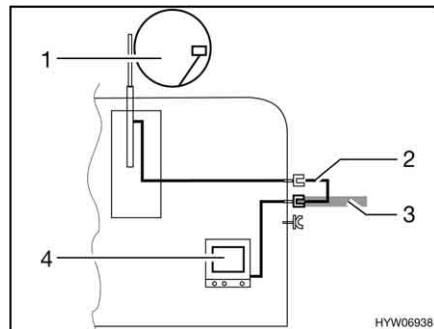

Bild 119 TV im Fahrzeug
- TV im Fahrzeug (Bild 119,4): Anschluss an Dachantenne (Bild 119,1) mit Verbindungskabel (Bild 119,2)
- TV im Fahrzeug (Bild 119,4): Anschluss an externe Antenne (Bild 119,3)